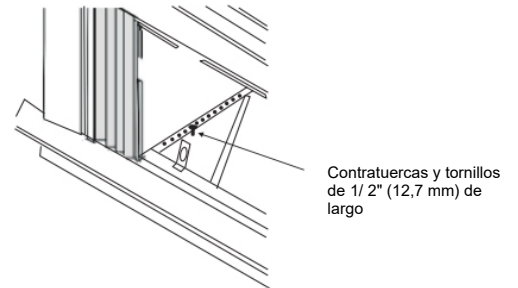

Figura 16
3. Coloque las ménsulas de soporte (con los soportes angulares para alféizar fijados) en el orificio correcto en la parte inferior del bastidor, como se muestra en la Figura 16.